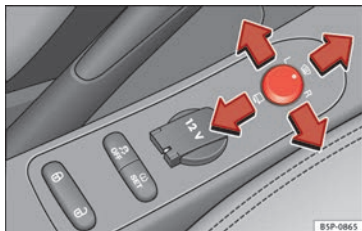

Fig. 73 Regolazione degli specchietti retrovisori esterni.
1. In primo luogo, ruotare la manopola » **fig. 73** portandola nella posizione **L** (**specchietto esterno sinistro**).
- Per riscaldare gli specchi retrovisori e attivare la funzione parabrezza riscaldabile* nella zona di riposo delle spazzole, girare il comando in avanti » **fig. 73** sulla posizione centrale » **pagina 90**.
- Per far ripiegare su se stessi gli specchietti esterni si deve ruotare la manopola » **fig. 73** portandola nella posizione . Si consiglia di richiudere sempre gli specchietti esterni quando si porta il veicolo all'autolavaggio, altrimenti potrebbero danneggiarsi.